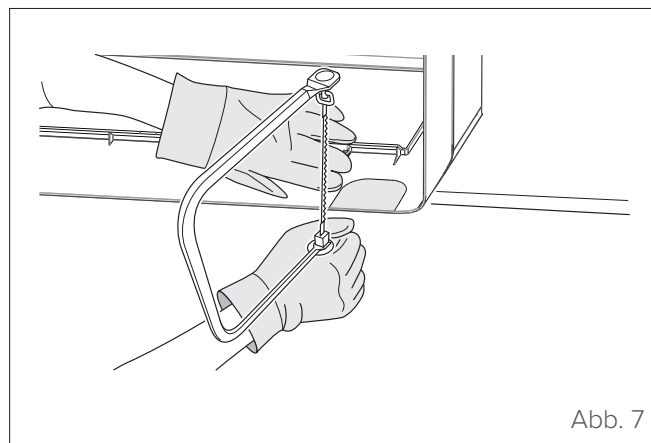

Abb. 7
- 2 Wenn sich die Wanddurchführung hinter dem Gerät befindet, das Ausbrechstück nicht entfernen. Falls die Wanddurchführung seitlich von der Inneneinheit angeordnet ist, das Ausbrechstück aus Kunststoff an der Geräteseite mit einer Stichsäge entfernen (siehe "Abb. 7").